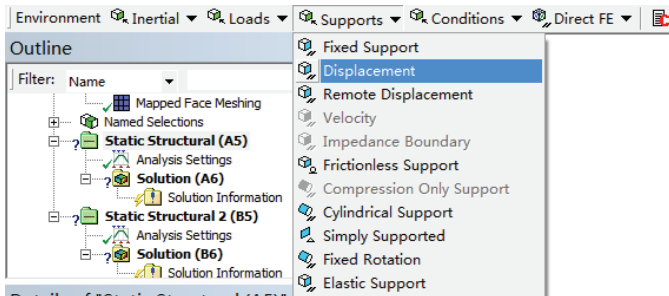

图 7-18 添加位移约束
2) 选择 Environment 工具栏中的 Supports>Displacement, 如图 7-18 所示, 此时在树结构图中会出现 Displacement 选项。